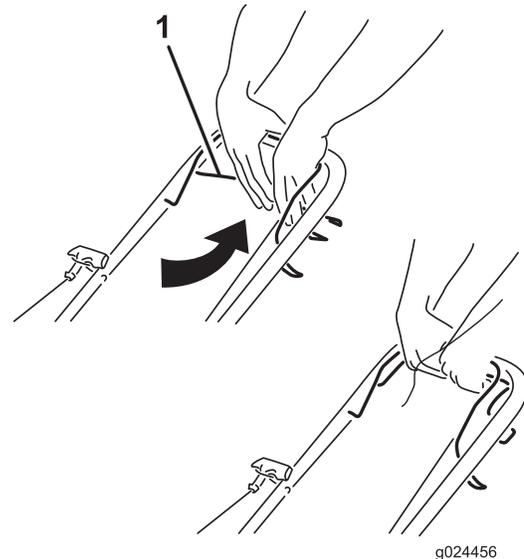

Figura 13
- **Para activar la autopropulsión:** Apriete la barra de autopropulsión contra el manillar y manténgala allí (Figura 13).